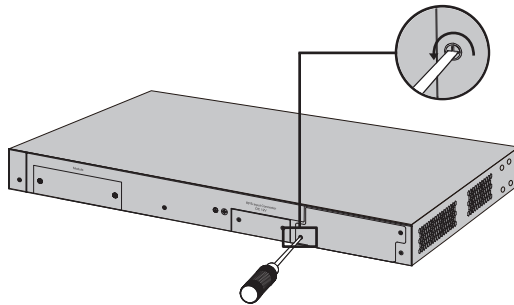

图3-4 移除保护面板示意图
2. 如果交换机电源模块插槽上安装了保护面板，用十字螺丝刀按逆时针方向拧开保护面板两侧的螺钉，取下保护面板，如图3-4所示。
2. 与图3-4所示类似，用十字螺丝刀沿着逆时针方向拧开交换机接口模块扩展卡插槽的保护面板两侧的固定螺钉，取下保护面板。